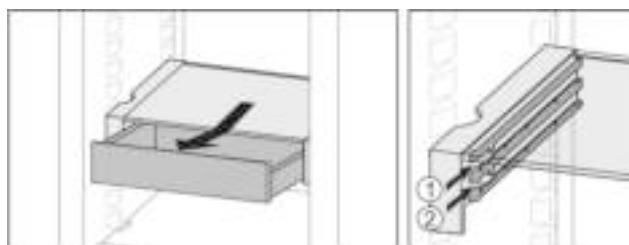

Fig. 20
- ▶ Op een willekeurige hoogte Fig. 20 (1) of Fig. 20 (2) erin schuiven.